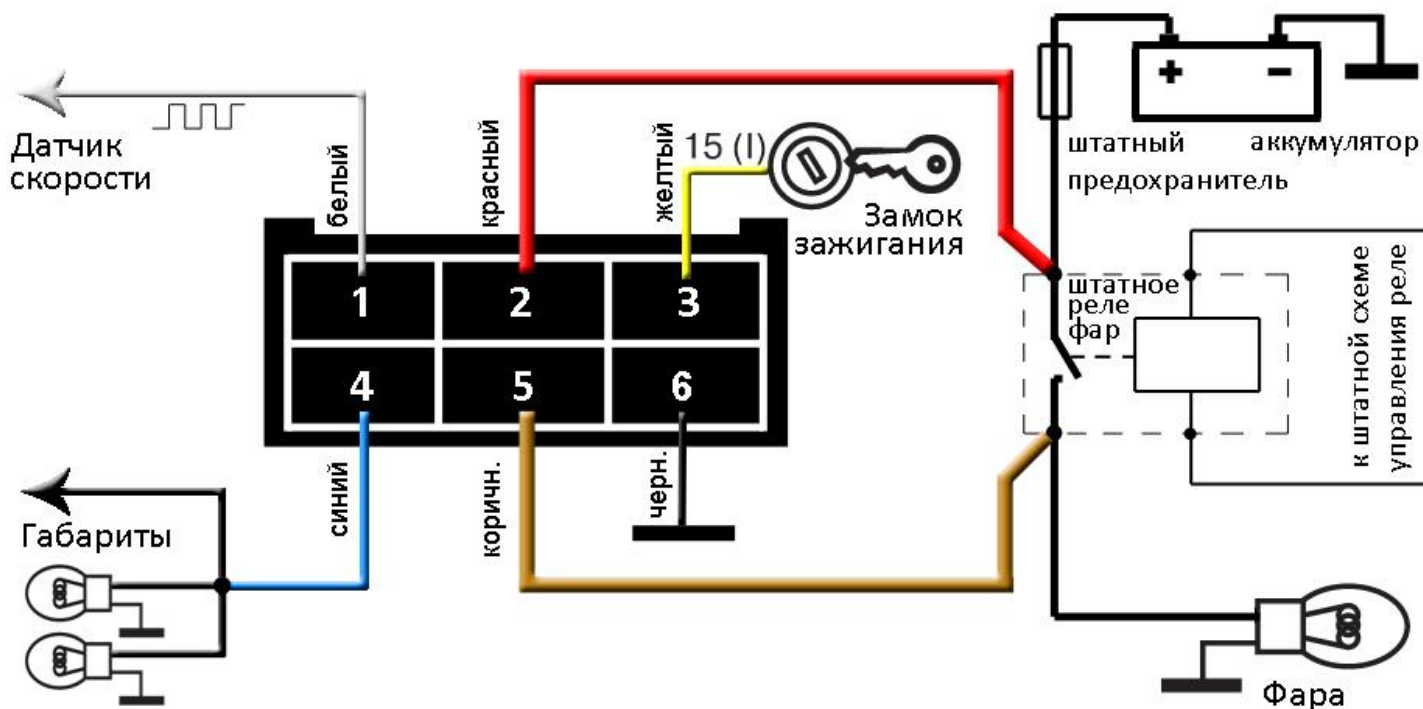

Рисунок 1
2. **Питание силовой части 12V** (красный провод сечением 1мм²). Подключается к проводу, в непосредственной близости от контакта штатного реле включения света, который подключен к напряжению питания – плюсовой клемме аккумулятора (см. рис.1).
5. **Дальний свет** (коричневый провод сечением 1мм^2). Подключается к проводу, подключенному к контакту штатного реле включения света лампам дальнего света, который подключен к лампам фары (см. рис.1). Точка подключения должна быть как можно ближе к реле.